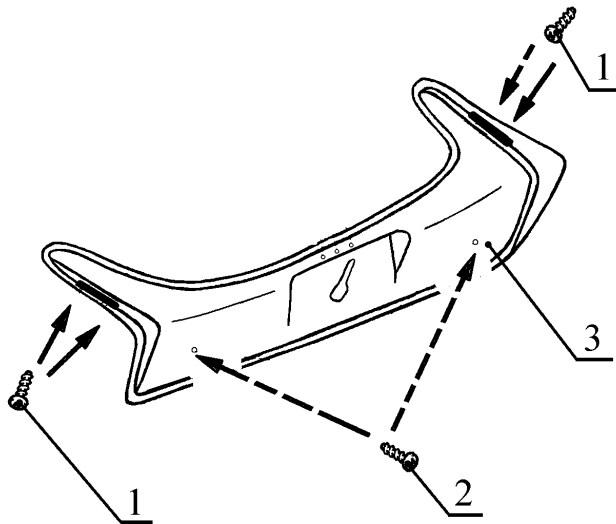

Рис.8. Спойлер двери задка а/м ВАЗ-2112.
4.15 Отвернуть четыре винта 1, рис.8, два винта 2, снять спойлер 3 двери задка (отвертка крестообразная).